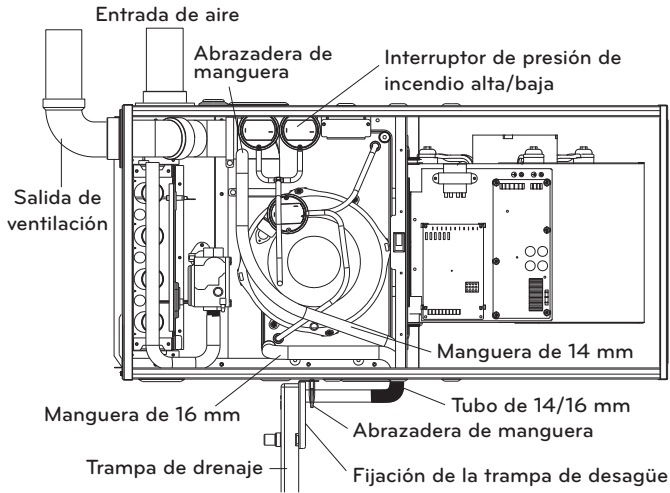
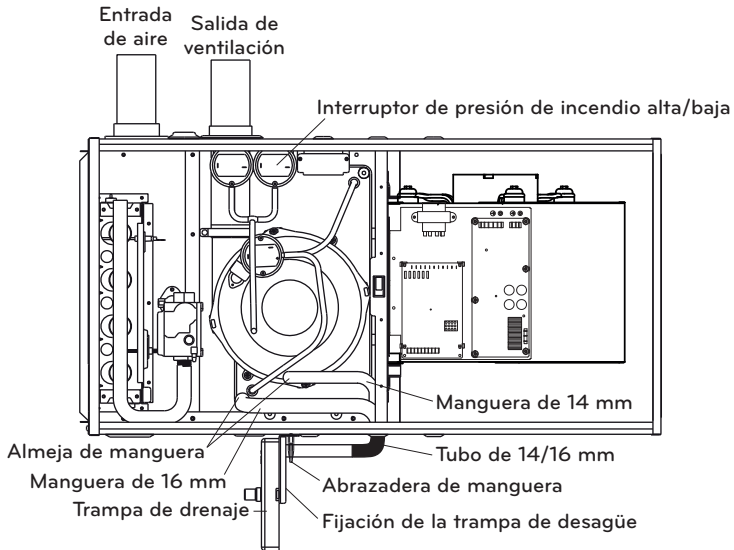
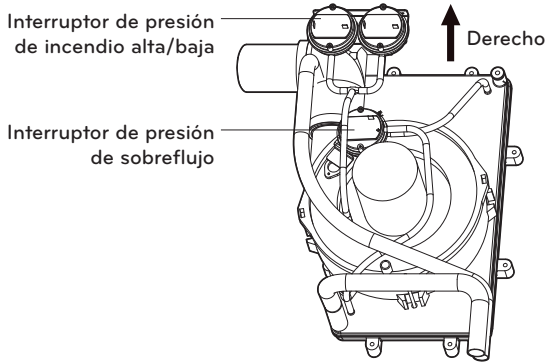

Fig. 6-10 Instalación horizontal del lado izquierdo, ventilación a través del panel superior
Fig. 6-11 Instalación horizontal del lado izquierdo, ventilación a través del panel lateral
Fig. 6-12 Posición del interruptor de presión
(ver Fig.6-10 y Fig. 6-12)
3. Descarga de aire a la izquierda y ventilación a través del panel lateral del horno (ver Fig.6-11 y Fig.6-12)
La conexión incorrecta provocará un fallo en la protección contra el desbordamiento de condensado. (Ver Fig. 6-12)